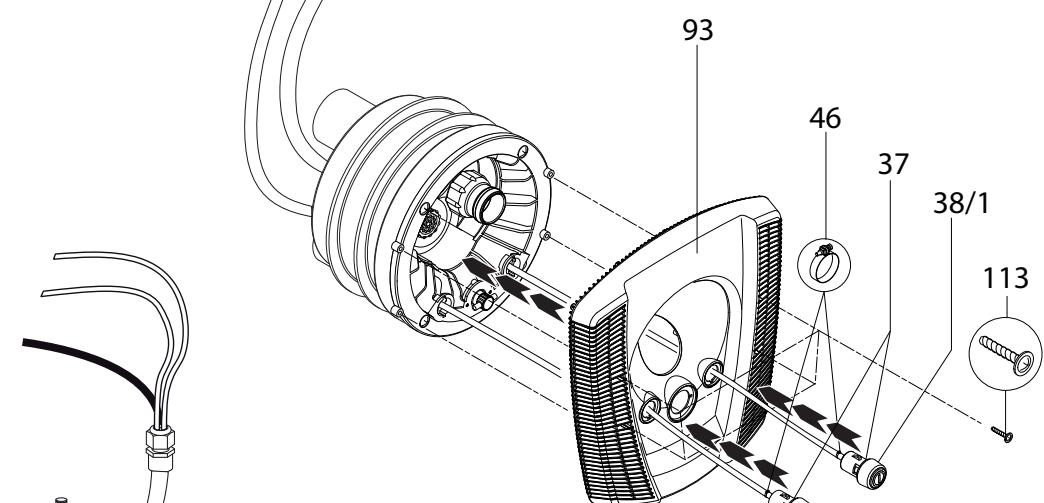

Abb. 17
7. Pneumatikschläuche durch die Öffnungen in der Blende (93) führen (Licht EIN/AUS links; Pumpe EIN/AUS rechts) und an den entsprechenden Tastern mit den Schlauchklemmen (46) befestigen. (Abb. 17)
8. Blende (93) und mit den vier Schrauben (113) am Düsengehäuse befestigen.